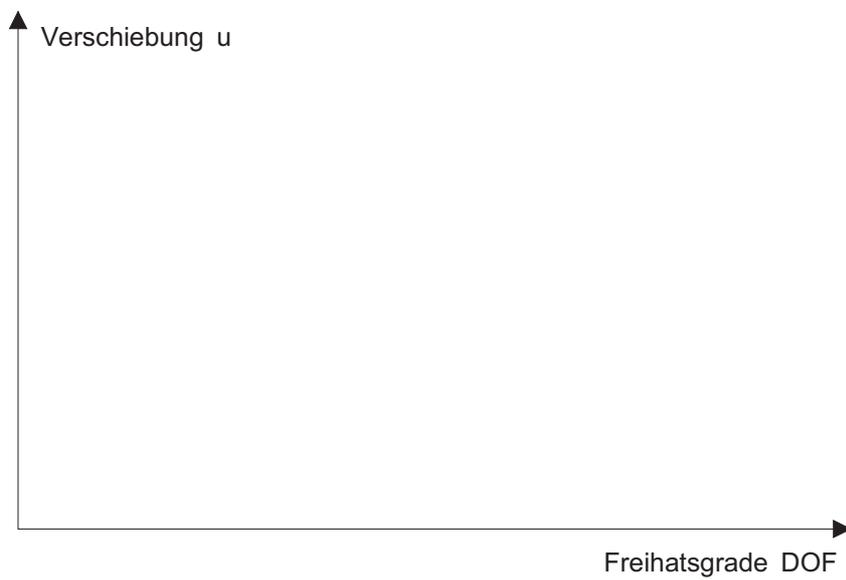

Abbildung 2: System mit Feder
- Tragen Sie die jeweiligen Knotenverschiebungen des Knotens am rechten Auflager des Systems aus den Teilaufgaben a) bis c) in Abhängigkeit der jeweiligen Systemfreiheitsgrade in das Diagramm (Abbildung 2) ein. Tragen Sie als Vergleich die analytische Lösung der Auflagerverschiebung, die aus dem Verschiebungsfeld des Gesamtsystems